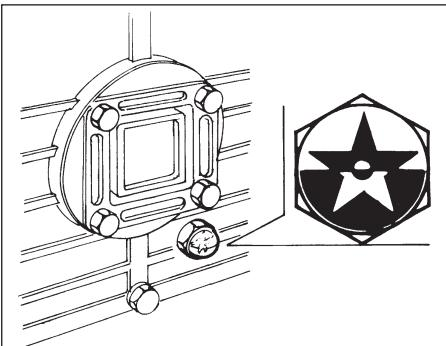

fig. 1
- contrôler le niveau de l'huile moyennant le bouchon transparent dans les compresseurs lubrifiés (*figure 1*); le point rouge au centre en indique le niveau idéal (au cas où le niveau serait irrégulier, lisez le paragraphe "Interventions d'Entretien");